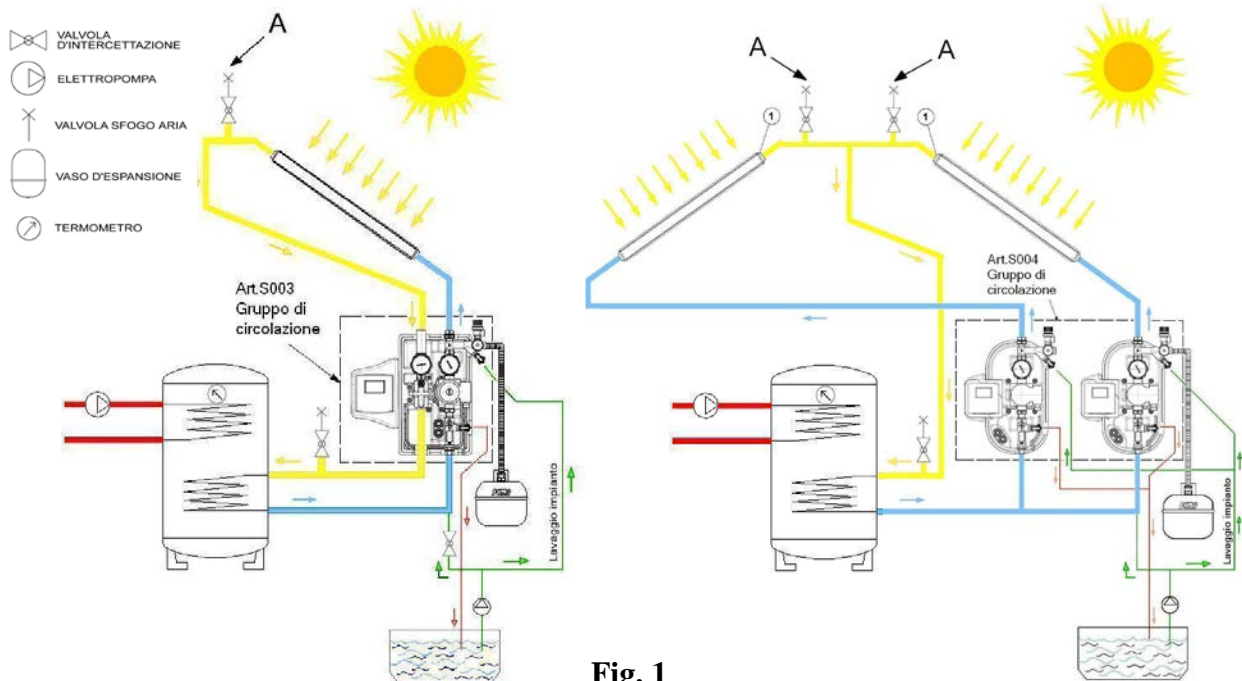

Fig. 1
1. Aprire le valvole di intercettazione abbinata alle valvole di sfogo aria A (Fig.1), queste valvole devono essere posizionate nel punto più alto dell'impianto per ottimizzare la loro funzione di espulsione dell'aria dal circuito.
6. Procedere col riempimento dell'impianto finché l'aria non smetterà di uscire dalle valvole di sfogo aria A (Fig.1).
8. Chiudere le valvole di intercettazione delle valvole di sfogo aria A (Fig.1).
7. Aprire le valvole di intercettazione abbinata alle valvole di sfogo aria A (Fig.1) e lasciare scaricare l'eventuale aria residua presente nell'impianto, poi richiudere le valvole.
11. Dopo le prime ore di funzionamento l'impianto solare deve essere disareato ancora una volta intervenendo sia sulle valvole di sfogo aria A (Fig.1), sia sul dispositivo di sfogo aria 8 (Tab.1) quando presente.
1. Aprire le valvole di intercettazione abbinata alle valvole di sfogo aria A (Fig.1).